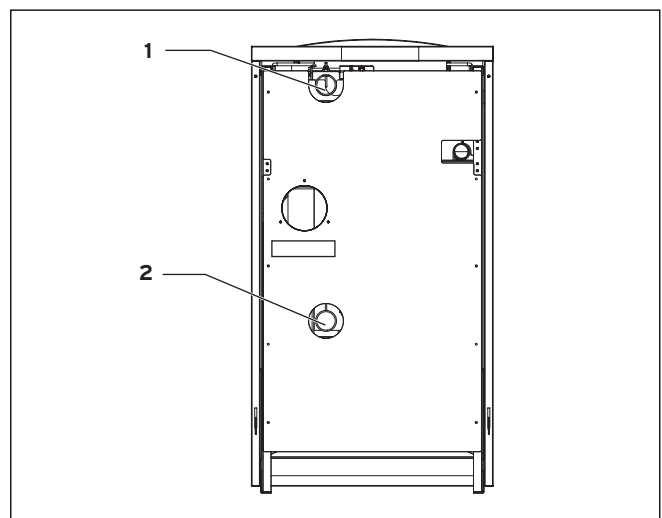

Fig. 5.4 Racordarea de partea încălzirii (partea din spate a boilerului de încălzire pe gaz)
- Racordați turul încălzirii la racordul turului încălzirii (1, Fig. 5.4).
- Racordați returul încălzirii la racordul returului încălzirii (2, Fig. 5.4).